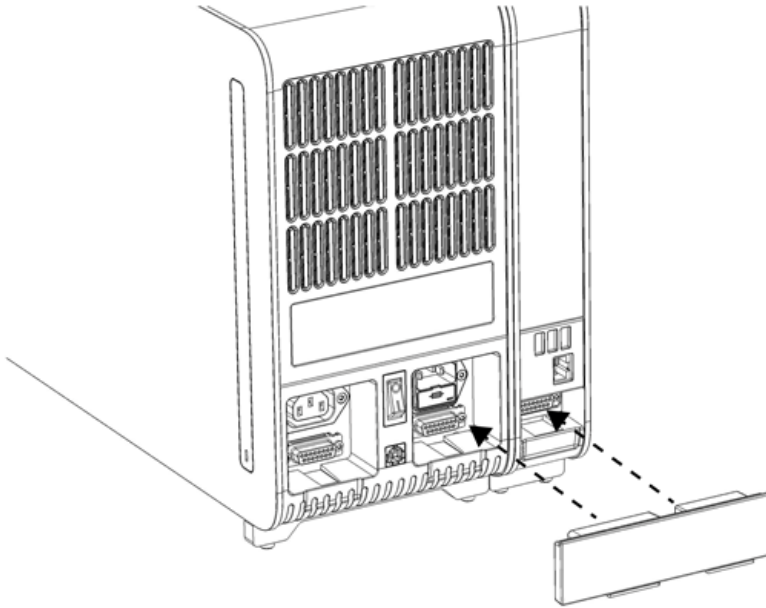

Figura 8. Conectarea punții modul analitic/operational.
5. Conectați puntea modul analitic/operational din spatele QIAstat-Dx Analyzer 1.0 pentru interconectarea modulului operational cu cel analitic (Figura 8).